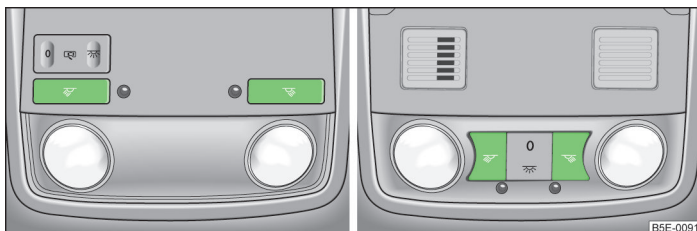

Fig. 32 Lamparitas de lectura
- Pulsar la tecla  o  » fig. 32.